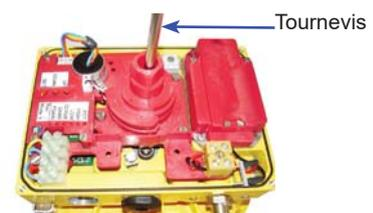

fig I-5
- Vérifier que l'axe du positionneur est bien enfoncé sur l'axe de l'actionneur puis resserrer la vis centrale permettant de serrer les mâchoires (cf fig I-5). Cela permet d'éliminer tout risque de jeu.